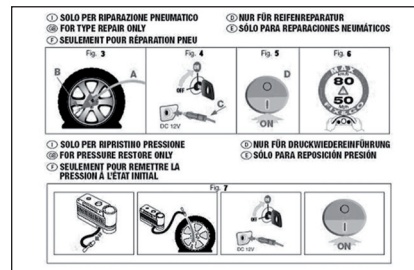

fig. 12
- ☐ un opúsculo (véase **fig. 12**), con las instrucciones para emplear correctamente el kit que luego, deberá entregar al personal que reparará el neumático tratado con el kit de reparación rápida